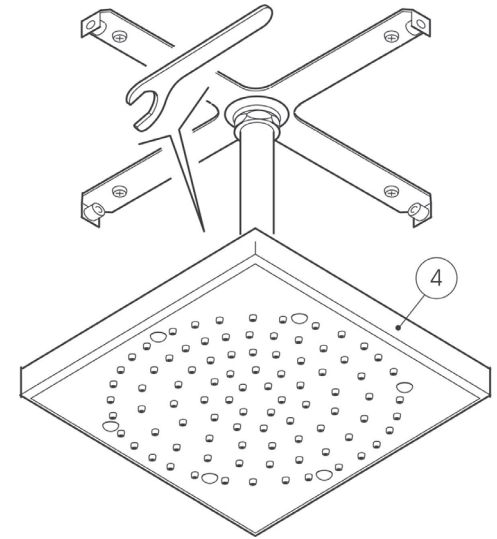

Fig. 6
5) Avvitare il soffione 4 sul braccio doccia 3 (fig.6).
5) Screw the shower head 4 onto the shower arm 3 (fig.6).
- 5) Die Duschbrause 4 an den Duscharm 3 anschrauben (Abb. 6).
- 5) Visser le plafond de douche (4) sur le bras de douche (3) (fig. 6).